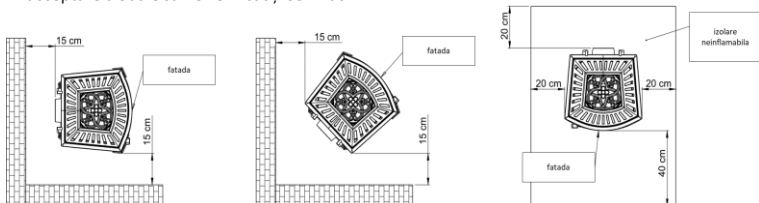

Fig. 2. Distanța de siguranță dintre cuptor și piese neinflamabile.
- soba trebuie să fie așezată pe suprafața neinflamabilă care să se fiela distanța de min. 0,4 m de la soba și de minimum 0,2 m măsurând din părțile laterale și din spatele sobei (a se vedea fig. 2)
- distanța recomandată față de piese NEINFLAMABILE de minimum 15 cm (Fig. 2).